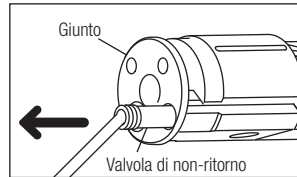

Fig. 10
- 2) Rimuovere la valvola di non-ritorno. Estrarre la valvola di non-ritorno con un bastoncino sottile e inserire saldamente la valvola di non-ritorno nuova (Fig. 10).